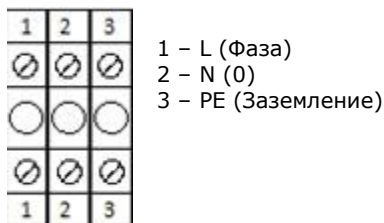

Рис.2. Блок внешних соединений котла.
6.5 Подключение котла к электрической сети 220В производится следующим образом (рис. 2). Напряжение 220В подводится к клеммам 1, 2 блока соединений, обозначенным L и N ("фаза" и "ноль" соответственно). Для этого необходимо снять переднюю крышку котла.